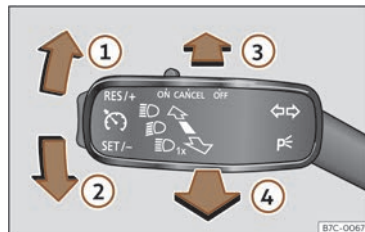

Fig. 80 Panca de intermitentes e de luz de estrada.
- Dende a posición de base, prema cara adiante a panca dos intermitentes e da luz da estrada >>> fig. 80 ③.
- **OU BEN:** se o asistente de luz de estrada está conectado, tire cara atrás da panca dos intermitentes e de luz de estrada >>> fig. 80 ④.